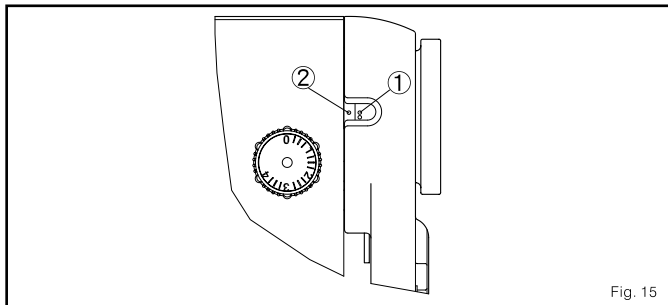

Fig. 15
- (1) faz gire a talha em direção normal de forma que o ponto 1 branco do mesmo e o ponto vermelho do corpo disto máquina eles unem. (Fig. 15)